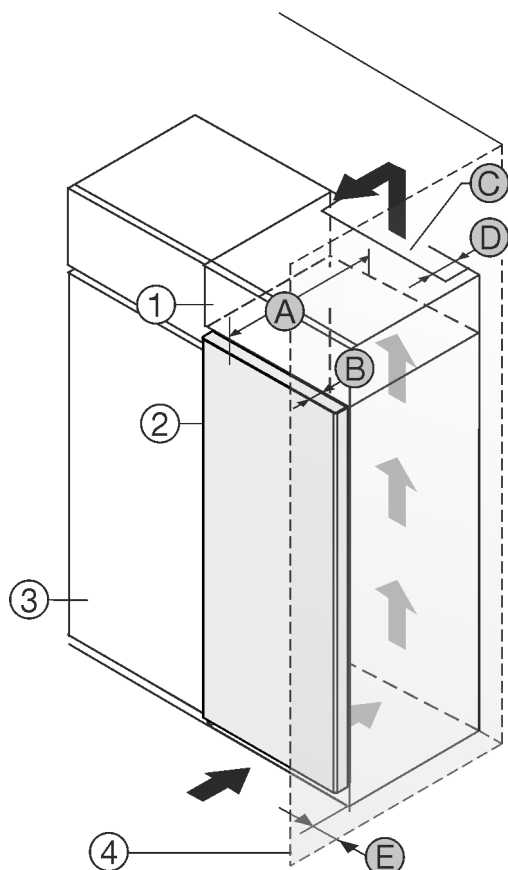

Fig. 1
Пристрій встановити безпосередньо поряд із кухонною шафою Fig. 1 (3)\*.
Встановити пристрій на відстані 5 см між пристроєм та кухонною шафою Fig. 1 (3)\*.
Зі зворотного боку шафи для встановлення на пристрій слід передбачити вентиляційну шафу завглибшки Fig. 1 (D) на всю ширину цієї шафи.\*
Слід дотримуватись вентиляційного отвору Fig. 1 (C) в стелі приміщення.\*
Якщо пристрій встановлюється поряд зі стінкою Fig. 1 (4), відстань між пристроєм та стінкою повинна бути не менше 40 мм. Це відповідає необхідній відстані для ручки після відкривання дверцят.\*
Якщо пристрій встановлюється поряд зі стінкою Fig. 1 (4), відстань між пристроєм та стінкою повинна бути не менше 46 мм. Це відповідає необхідній відстані для ручки після відкривання дверцят.\*
Щоб мати можливість повністю відкривати дверцята, потрібно, щоб пристрій стояв на відстані глибина дверей Fig. 1 (B) відносно передньої панелі кухонної шафи. Залежно від глибини кухонних шаф Fig. 1 (3) та використання пристінних розпірок пристрій може ще більше видаватися вперед.\*